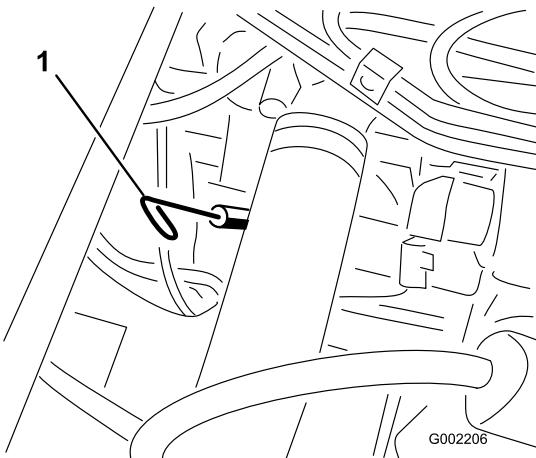

図 39
2. 助手席の下にあるディップスティックを抜き、ウェスで一度きれいに拭く（図 39）。
- オイル補給口のキャップを取り、所要量の約 80% のオイルを補給口から入れる(図 39)。